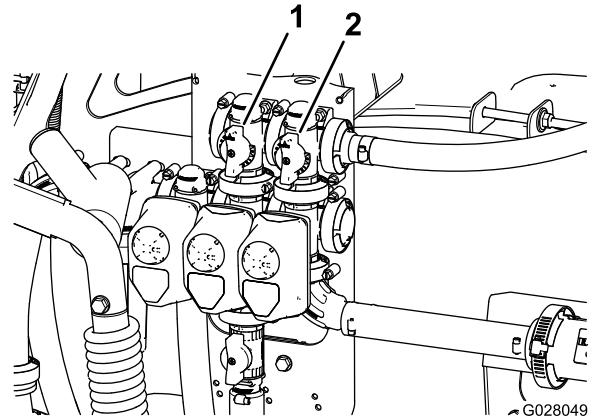

Bild 31
11. Stellen Sie das Rührwerksicherheitsventil (Bild 31) hinten am Rührwerkventil so lange ein, bis das Druckmanometer 6,9 bar anzeigt.
9. Stellen Sie den Griff am Sicherheitsventil des Hauptauslegers ein, um die Rührwerkstärke im Behälter zu steuern (Bild 31).